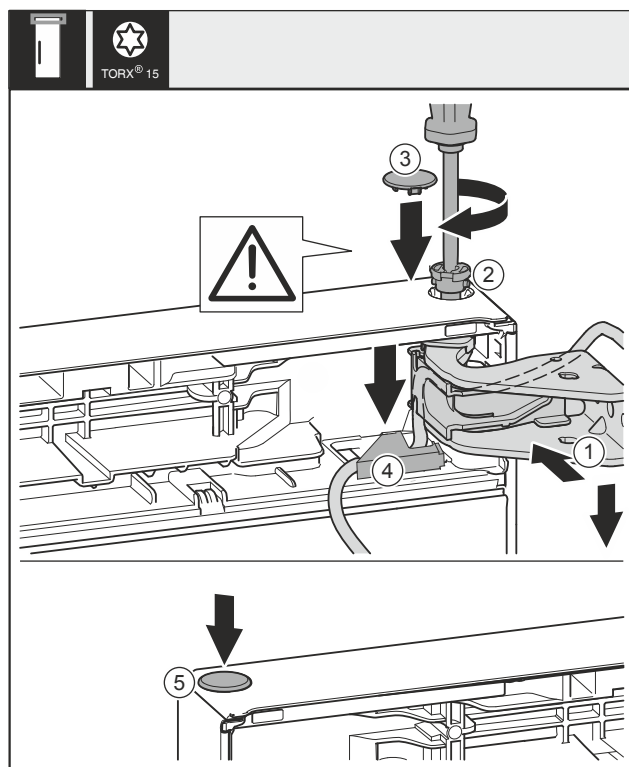

Fig. 45
- Регулирайте вратата горе спрямо отвора в лагерната стойка Fig. 45 (1).
- Поставете болта Fig. 45 (2) и затегнете здраво с отвертка.
- Монтаж на предпазния капак за осигуряване на вратата: Поставете предпазния капак Fig. 45 (3) и проверете дали той е допрян до вратата. В противен случай поставете изцяло болта.
- Поставете капака Fig. 45 (4) и натиснете надолу, докато се фиксира.
- Поставете тапата Fig. 45 (5).